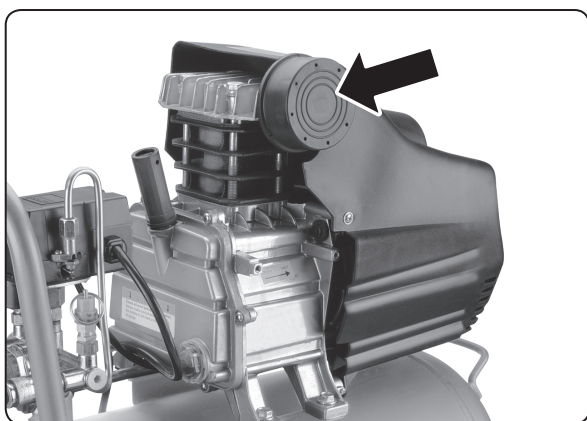

Abb. 4
4) Schrauben Sie in die Luftansaugöffnung vom Kompressor den Luftfilter ein, siehe Abb. 4.